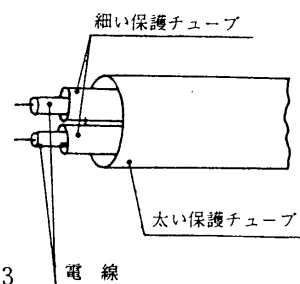

図3
- ① 電源穴に電線を通してください。
- ② 保護チューブ(細いものが2本、太いものが1本)が付属してあります。細い保護チューブに各々電線を通し、この2本を太い保護チューブに通してください。(図3)
- ③ 電線に保護チューブをかぶせたあと、端子盤のカバーを、止めねじをゆるめてはずし、電線を接続してください。
- ④ 端子盤のカバーを再び取り付け、次にコード押えで電線を確実に固定してください。このとき必ず保護チューブが器具外までかぶっているようにしてください。
- ⑤ 反射板を取り付けてください。
- ⑥ ソケットにランプ（別売り）をねじ込んでください。
- ⑦ 化粧棒を取り付け、化粧ねじを確実に締め付けてください。